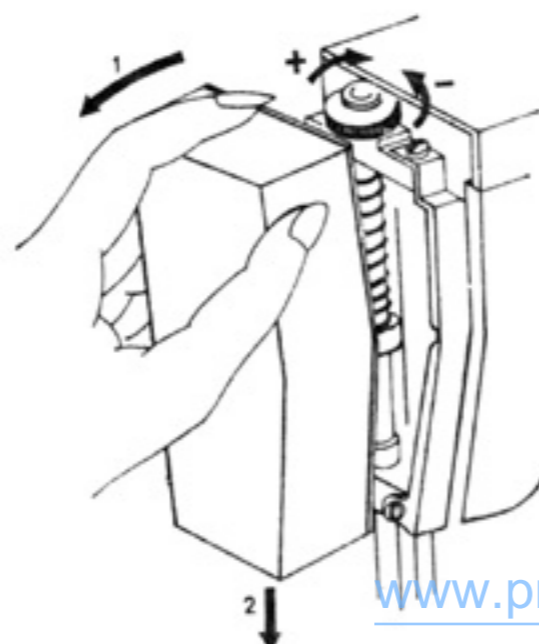

Рис. 22
18. Снятие фронтальной крышки и установка нажима лапки (рис. 22)
Для хорошего транспорта ткани нажим лапки отрегулируется в соответствии с рис. 22.